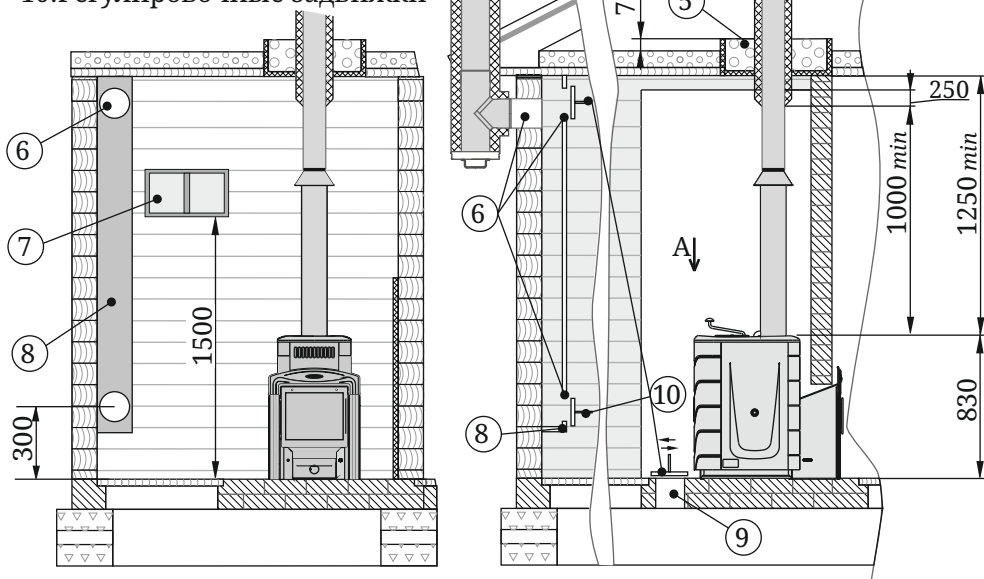

Рисунок 5. Монтаж печи в помещении с перегородкой из горючего материала
- пол из горючих и трудногорючих материалов перед дверцей топki — металлическим листом размером 700×500 мм (рисунок 5).
Для обеспечения хорошего воздухообмена, вентиляции и обеспечения оптимальных кондиций русской паровой бани, в парной рекомендуется организовать приточно-вытяжную вентиляцию (см. рисунок 5).